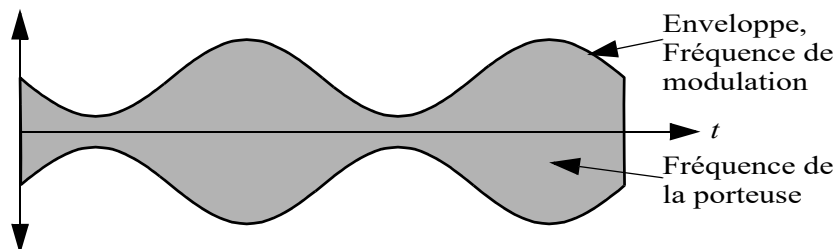

Figure 2.59 Signal modulé en AM à 80% approximativement.
- 2.59 * Dans le cas d'une modulation en AM (Modulation d'Amplitude), l'enveloppe du signal modulé reproduit la fréquence de modulation. Voir la **Figure 2.59** ci-dessous.
La réponse a) est donc correcte. b) CW (A1A) donnerait lieu à un signal tout ou rien ; c) AM (A3E) serait le cas de la **Figure 2.59** ou celle de la question 2.60 du questionnaire de l'OFCOM, et d) FM (F3E) est représenté à la **Figure 9.5** page 116.